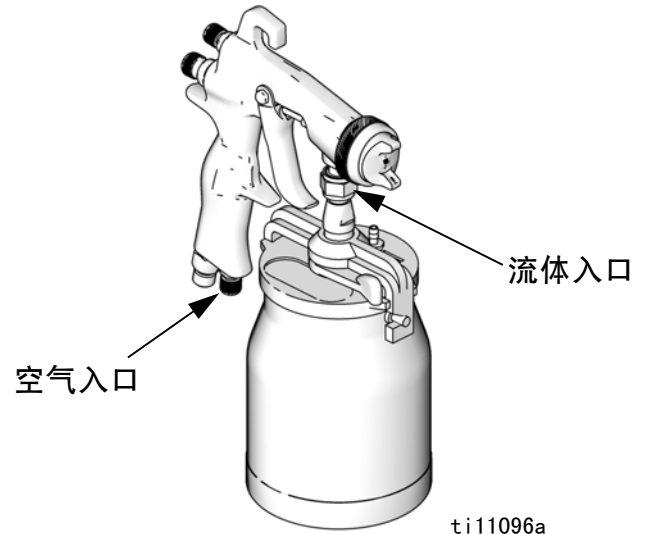

图 1
4. 将清洁、干燥、经过过滤的供气连接到空气入口管接头。参见图 1。